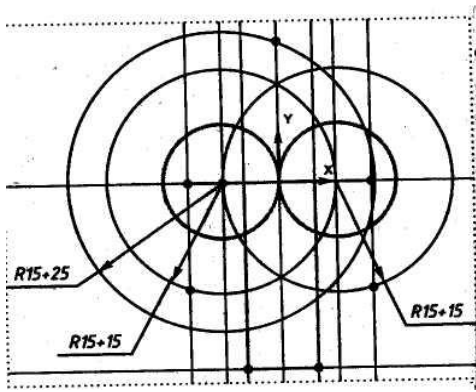
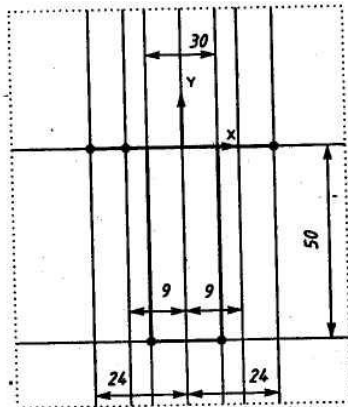

Рисунок 59
Рисунок 60
5. На панели инструментов выбираем по очереди команды Ввод вспомогательной горизонтальной прямой и Ввод вспомогательной вертикальной прямой, проводим через начало системы координат окна документа (команда <Ctrl>+<0> на цифровой клавиатуре). Нажмите <Enter> (см. рис.59).
6. С помощью параллельных вспомогательных прямых по команде Ввод вспомогательной параллельной прямой на панели инструментов строим каркас нашей детали (оранжевый цвет) относительно прямых, полученных на рис. 59, по размерам, указанным на рис. 60. Размеры для параллельных прямых вводим в окне ds «строки параметров» по команде <Alt>+<s>.
7. По команде Ввод окружности на панели инструментов проводим две окружности радиусом  $R=15\text{мм}$  сплошной толстой линией. Делаем вспомогательные построения: две окружности  $R(15+15)$  для нахождения центров дуг сопряжения  $R15$ , окружность  $R(15+25)$  для нахождения центра окружности сопряжения  $R25$  (см. рис.60).